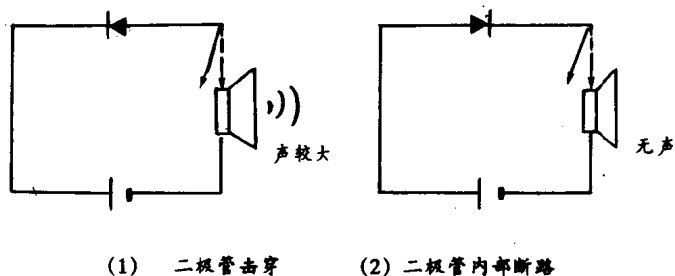

图 1-15
②若没有万用表，也可用电池、喇叭 (或耳机) 与被测二极管串接。当二极管负端接电池正极，正端串接喇叭再接电池负极 (反向连接)，断续接通时，若喇叭发出较大的“咯咯”声，表明二极管已击穿 [如图 1-15 (1) 所示]；反过来，如果将二极管正向连接断续接通时 [如图 1-15 (2) 所示]，喇叭无一点响声，表明二极管内部断路。